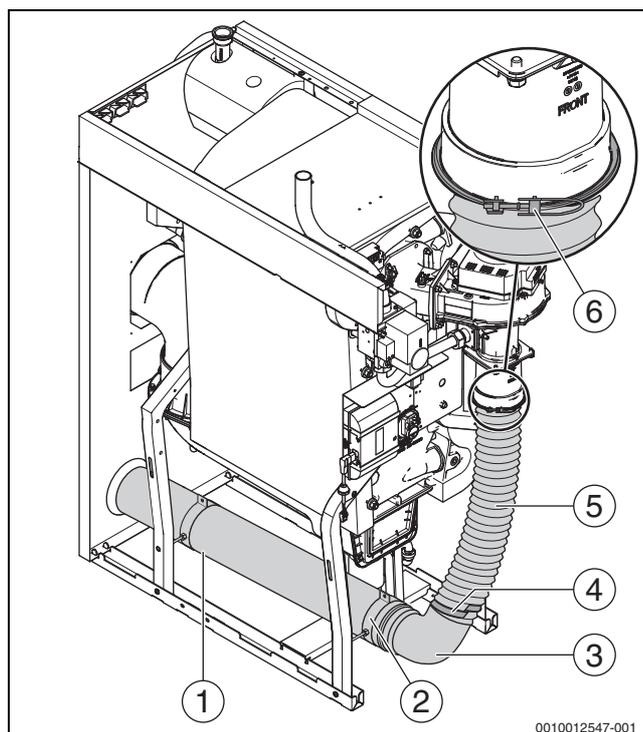

Fig. 14 Kit d'accessoires pour fonctionnement ventouse
- ▶ Monter l'adaptateur (→ fig. 14, [6]) sur la buse d'aspiration du brûleur et fixer avec un collier de serrage.